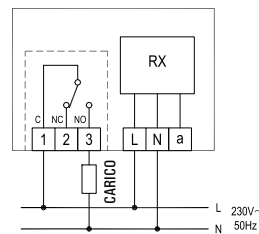

Fig. 7
- 6 Eseguire i collegamenti elettrici seguendo lo schema di collegamento di Fig. 7, 8 o 9 ed il paragrafo "Collegamenti elettrici".